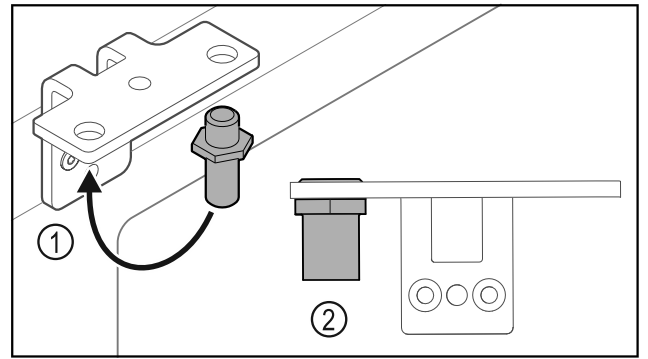

Fig. 30
- Mettre l'axe Fig. 30 (1) dans l'autre trou de l'équerre de charnière.
- Serrer l'axe Fig. 30 (2) au **couple de 12 Nm**.